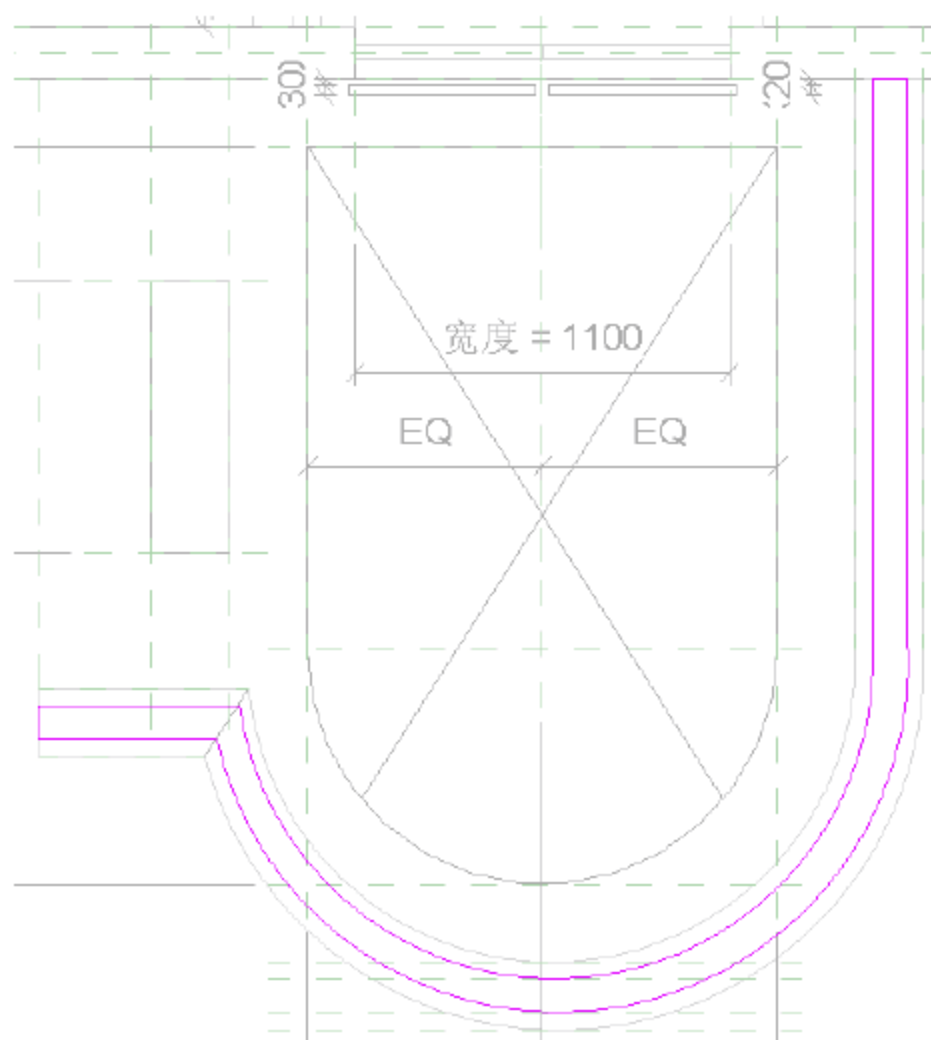

图 8.4.21 创建电梯外墙玻璃幕墙
(17) 创建电梯外墙玻璃幕墙。选择“创建”→“拉伸”→“直线”命令，在底部砌块的基础上往内缩 50mm 绘制出电梯外墙玻璃幕墙。分别修改“拉伸终点”和“拉伸起点”为“4500”和“500”，设置材质为“玻璃”。最后单击“完成编辑模式”按钮完成底部砌块的创建，返回“参照平面”视图，如图 8.4.21 所示。